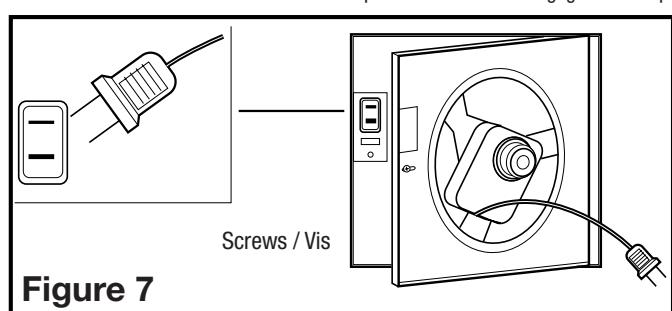

Figure 7
1. Install the fan's venturi (FA50TR or FA70TR) by holding it at approximately a 45 degree angle, hook the two tabs on the venturi into the slots on the housing and secure in place by tightening the venturi screw(s). Rotate the blower wheel by hand to ensure it spins freely. Now plug the fan motor into the receptacle (Figure 7).
1. Installer le venturi (FA50TR ou FA70TR) du ventilateur en le tenant à un angle d'environ 45 degrés, accrocher les deux onglets sur le venturi dans les fentes sur le cabinet et fixer en place en serrant les vis du venturi. Faire tourner la roue de la soufflante à la main pour s'assurer qu'elle tourne librement. Maintenant, connecter le moteur du ventilateur dans le réceptacle (Figure 7).